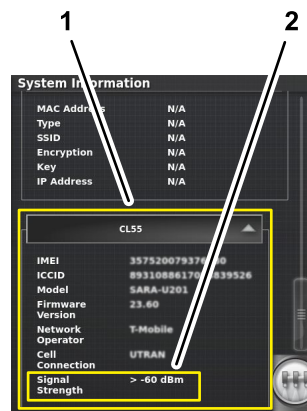

Рисунок 279
3. Нажмите на значок CL55 для отображения информации о силе сигнала (Рисунок 279) и убедитесь в том, что сила сигнала модема составляет от 60 дБм до -99 дБм.
2. На экране информации о системе используйте полосу прокрутки, чтобы перейти к значку CL55 (Рисунок 279).